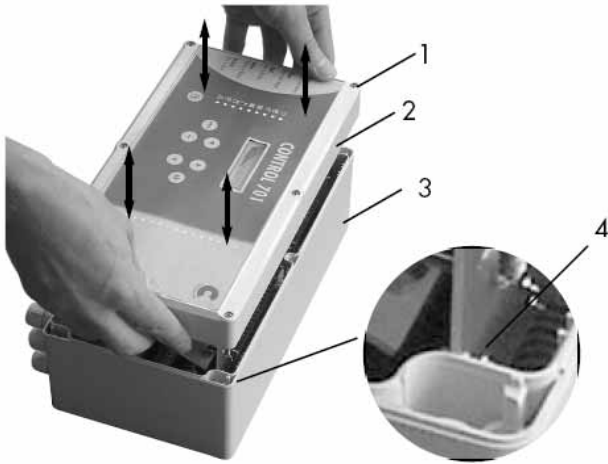

Abbildung 1: Gehäuse CONTROL 701
Die Montage darf ausschließlich in Innenräumen erfolgen. Nach dem Lösen der Schrauben (1) kann das Gehäuse-oberteil (2) nach vorn abgezogen werden (vgl. Abbildung 1). Beim Schließen des Oberteils ist darauf zu achten, dass